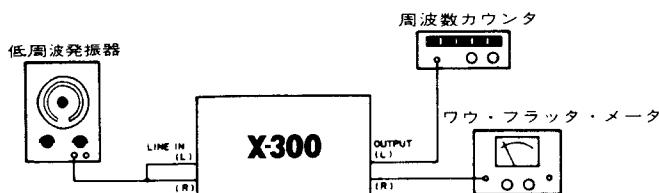

図1-9
- 周波数カウンタを図1-9のように接続し、TEAC YTT-2003テストテープ(3000Hz)をSPEEDスイッチをHIGHにして再生する。このとき周波数カウンタの読みが3000Hz ± 30Hz範囲内であることを確認する。
- 図1-9に示すようにワウ・フラッタ・メータを接続する。